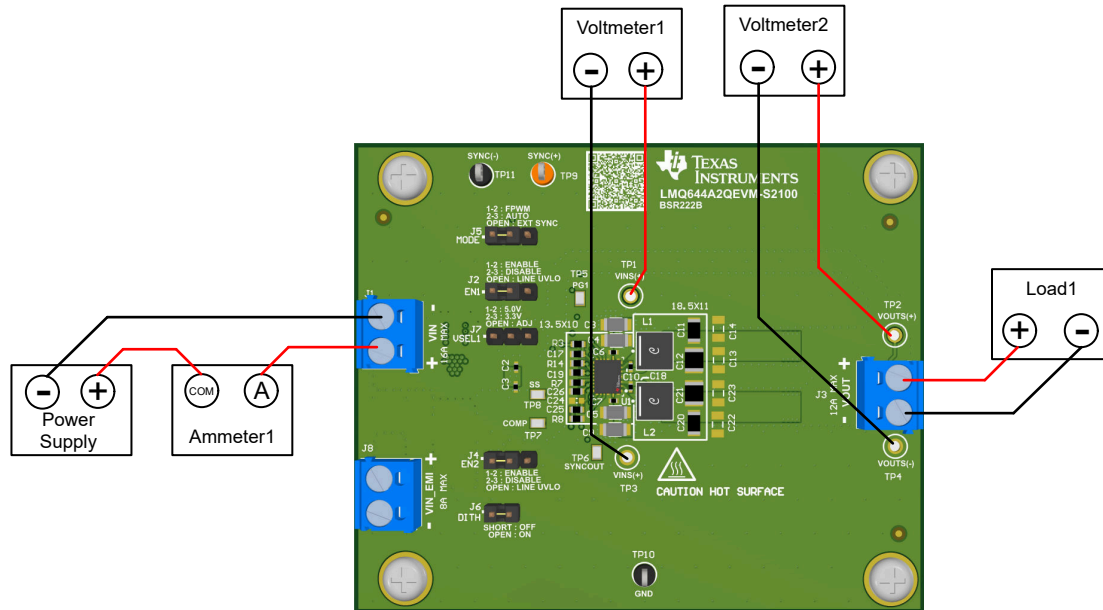

图 4-1. EVM 测试设置
- 在连接电源之前，将电源的电流限制设置为最大 0.3A，并确保将初始输出电压设置为 0V。连接到 VIN- 和电流表 1，如图 4-1 所示。
- 将负载 1 连接到 VOUT+ 和 VOUT - 连接，如图 4-1 所示。在施加输入电压之前，将负载设置为恒阻模式或恒流模式，电流为 0A。